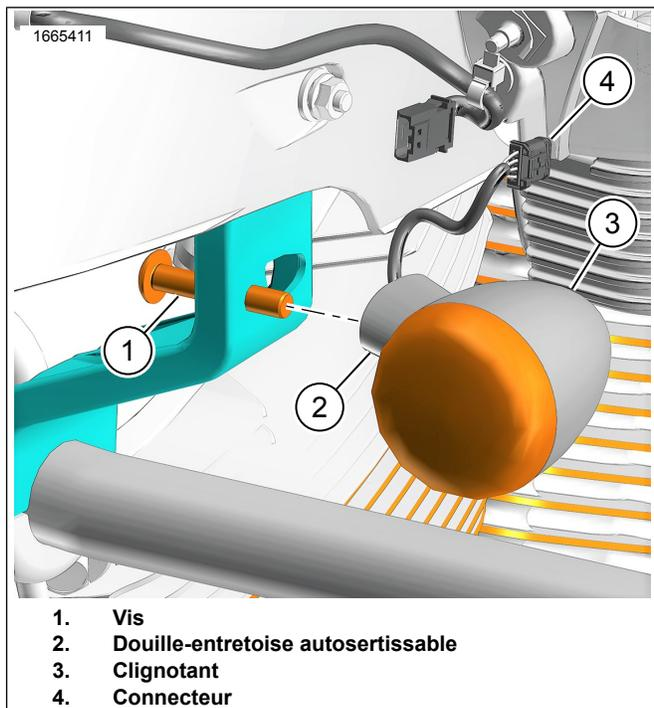

Figure 8.
- a. Voir la Figure 8. Faites passer le faisceau du clignotant à travers le support de montage du carénage.
- b. Installez la douille-entretoise autosertissable (2) du clignotant (3).
- c. Installez les vis (1). Serrer.